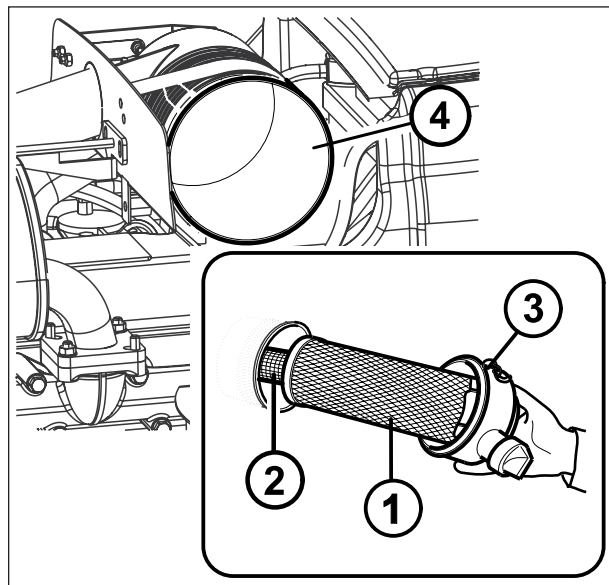
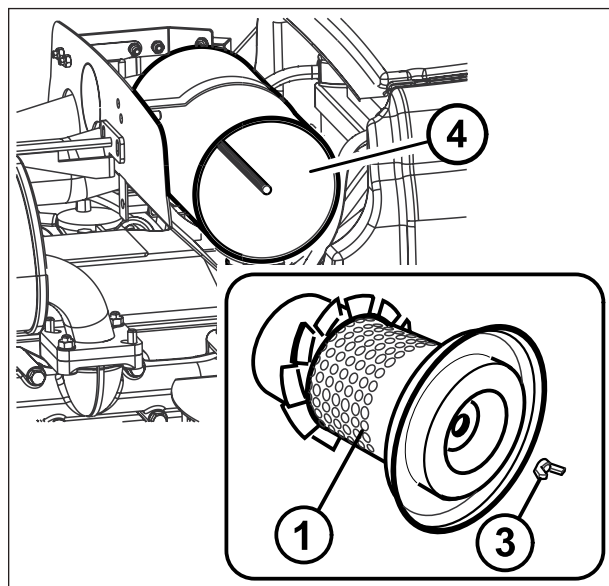

Fig. 122a (9030 - 9045)
Fig. 122b (9055)
## OPERACIÓN 25 Filtro aire en seco (Fig. 122a - 122b)
Extraer el cartucho (1 Fig. 122a - 122b) desenganchando la tapa (3 Fig. 122a para 9030-9045) o desenroscando la tuerca (3 Fig. 122b per 9055) y sustituir el elemento filtrante.
**Cambie el elemento de seguridad interno (2 Fig. 122a, solo para 9030 - 9045) una vez al año.**